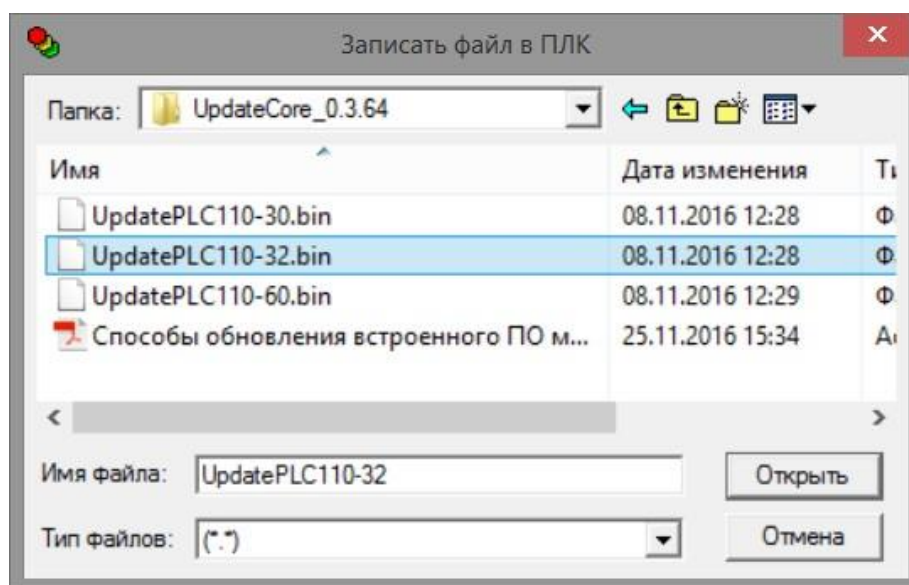

Рисунок 1.1. Выбор файла прошивки для записи в ПЛК
6. **Записать** в память ПЛК файл прошивки, с помощью команды «Онлайн | Записать файл в ПЛК (Online | Write File to PLC)» и в открывшемся окне выбрать файл прошивки (рисунок 1.1).